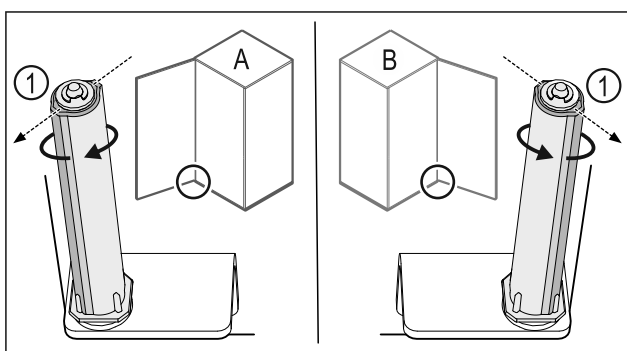

Fig. 55 Venstreanslag (A) / Højreanslag (B)
- Drej lukkesystemet mod modstanden, indtil lukkesystemets forbindelsesdel Fig. 55 (1) peger udad.